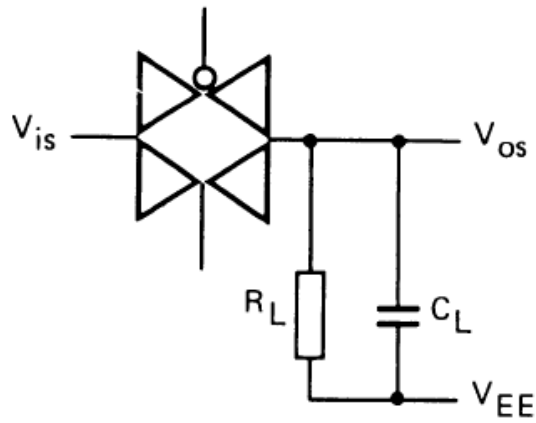

图 4
- $R_L=10K\Omega$; $C_L=15pF$; 通道开; $V_{IS}=V_{DD(P-P)}/2$ (正弦波, 在 $V_{DD}/2$ 处对称), $f_{IS}=1KHz$; 如图 4 所示
- $R_L=1K\Omega$; $C_L=5pF$; 通道关; $V_{IS}=V_{DD(P-P)}/2$ (正弦波, 在 $V_{DD}/2$ 处对称); $20lg(V_{OS}/V_{IS})=-50dB$; 如图 4 所示
- $R_L=1K\Omega$; $C_L=5pF$; 通道开; $V_{IS}=V_{DD(P-P)}/2$ (正弦波, 在 $V_{DD}/2$ 处对称); $20lg(V_{OS}/V_{IS})=-3dB$; 如图 4 所示